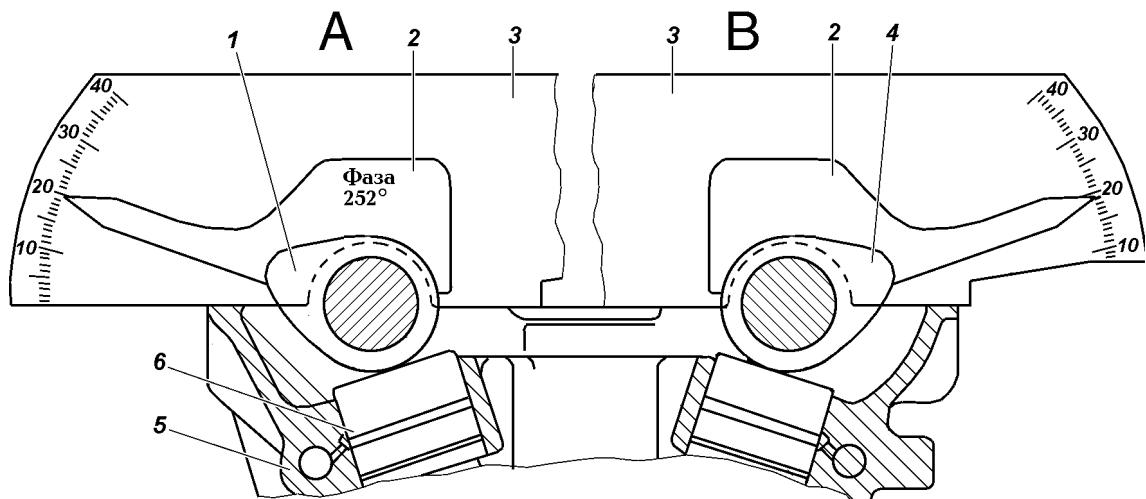

Рис. 4.66. Проверка углового положения распределительных валов:
7. Установите транспортир 3 (рис. 4.66) за первым кулачком распределительного вала впускных клапанов
(рис. 4.66 вид "А"), расположив его между кулачком и крышкой опоры распределительного вала. Прижмая транспортир 3 к верхней плоскости головки 5 цилиндров, приложите и плотно прижмите шаблон 2 к поверхности первого кулачка. При этом стрелка шаблона должна располагаться на метке транспортира  $20^{\circ}30' \pm 2^{\circ}40'$ .
Аналогично проведите проверку углового положения первого кулачка распределительного вала выпускных клапанов (рис. 4.66, вид "В").